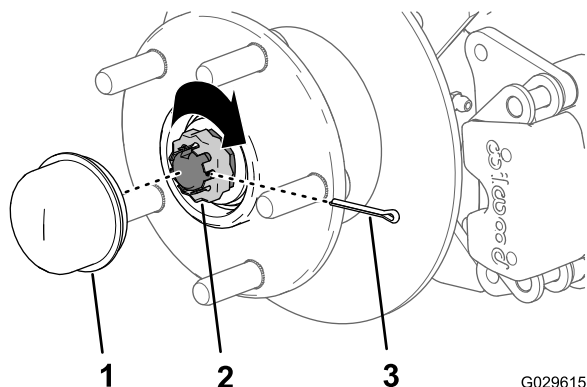

Figura 32
8. Coloque el retén sobre la tuerca y compruebe la alineación de la ranura del retén y el taladro de la claveta del eje (Figura 32).
9. Instale la chaveta y doble las patas alrededor del retén (Figura 32).
10. Instale el tapón guardapolvo sobre el cubo (Figura 32).